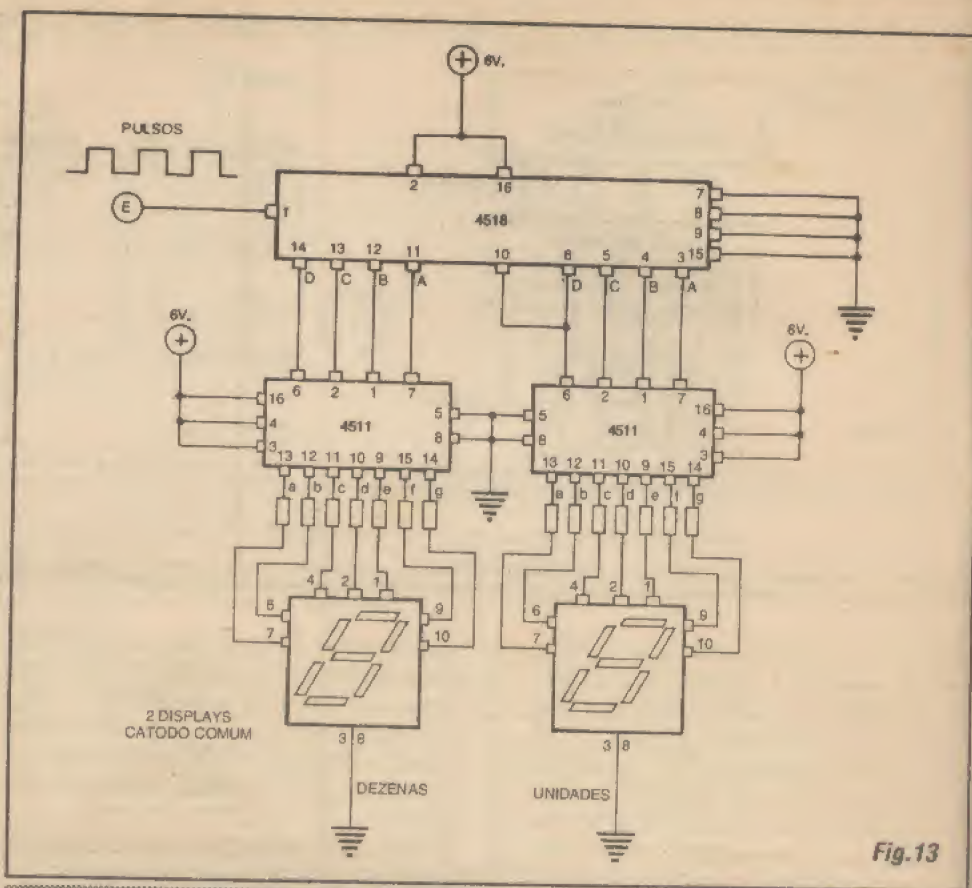

Fig. 13
- FIG. 13 - UM CIRCUITO PRÁTICO, TÍPICO, PARA CONTADOR DE DOIS DÍGITOS...
Praticamente tudo dentro das técnicas e circuitagens digitais, pode ser considerado modular, ou seja: facilmente casável com outros blocos ou módulos, para a realização de funções ou objetivos cada vez mais complexos...! Uma interessante possibilidade de aproveitamento prático do módulo contador duplo (FIG. 13) é o que sugere o diagrama, que utiliza apenas aspectos teóricos e práticos já estudados nas aulas do ABCDE... Um simples módulo de entrada, formado por um foto-transistor TIL78, um resistor e um único gate com função Schmitt Trigger (1/4 de 4093...), pode exci-